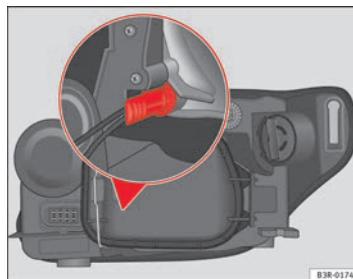

Fig. 213 Luci di posizione Impugnatura del portalamпада nella posizione verticale
- Inserire la lampadina nello zoccolo, in maniera tale che l'impugnatura del portalampada si trova in posizione verticale rispetto alla parete ⇒ pag. 284, fig. 213 e faccia pressione.